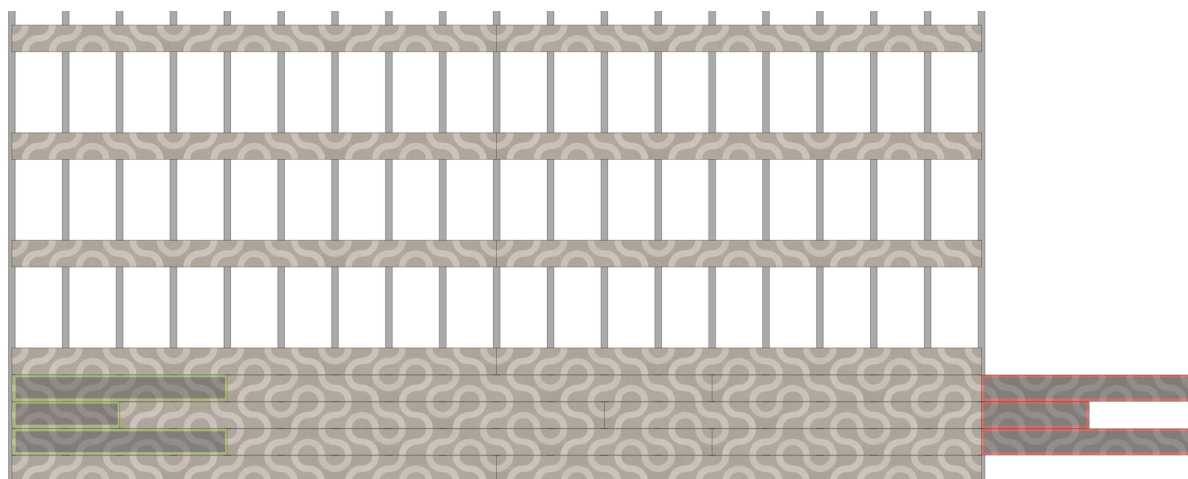

Fig.9
9. Sur la plupart des conceptions, la chute de la fin de la rangée peut être utilisée pour remplir le début de la rangée, comme montré dans la Fig. 9. Comme cette chute est prise au milieu d'une lame, une ligne devra être coupée au début pour rendre le bord de départ droit. Par conséquent, une ligne devra être coupée au début pour rendre le bord de départ droit.